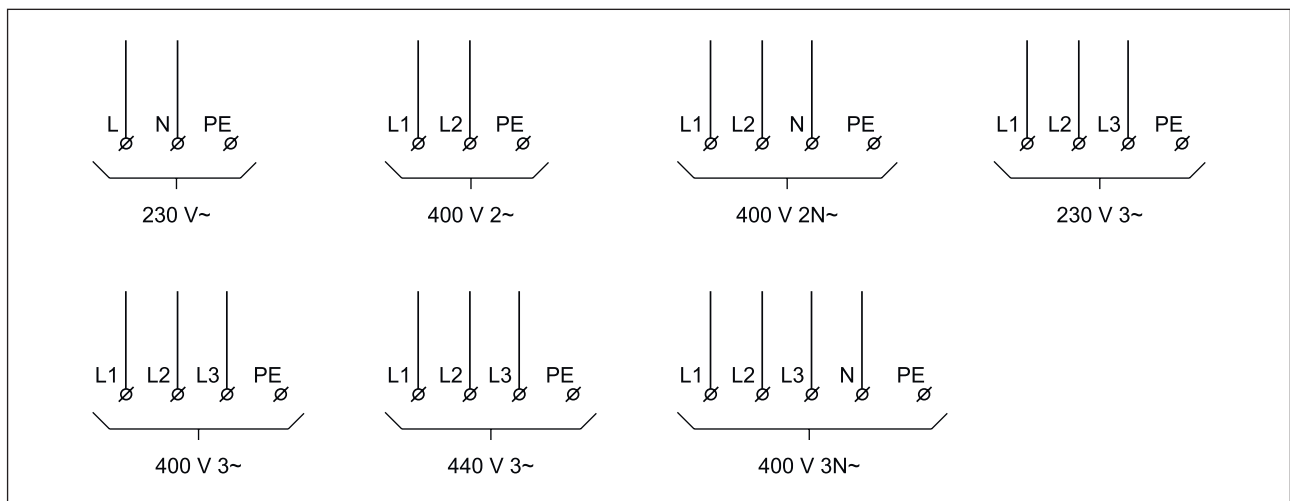

fig. 7
Abbildung 7 zeigt den Anschluss der Stromversorgung an den Heizer. Der Heizer wird gemäß den Nenndaten auf dem Typenschild angeschlossen. Der Schutzleiter (PE) muss immer angeschlossen werden. Die Ausführung der Stromversorgung muss den geltenden Vorschriften entsprechen.